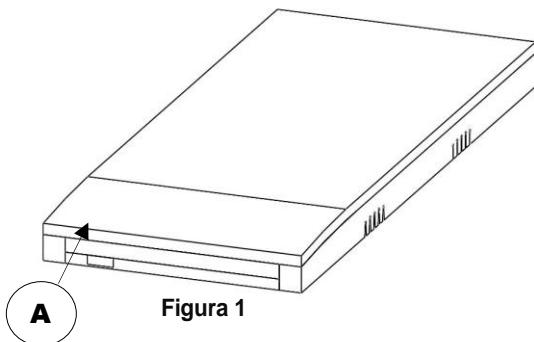

Figura 1
Modelo estándar: El número de serie (A) se encuentra dentro de la funda, en el núcleo de la espuma, hacia la esquina inferior derecha de la superficie de apoyo, tal y como se muestra en la **Figura 1**. Para acceder al número de serie, abra la cremallera de la funda aproximadamente 30 cm. El número de serie se puede leer a través de la funda protectora contra incendios si el modelo la incorpora.